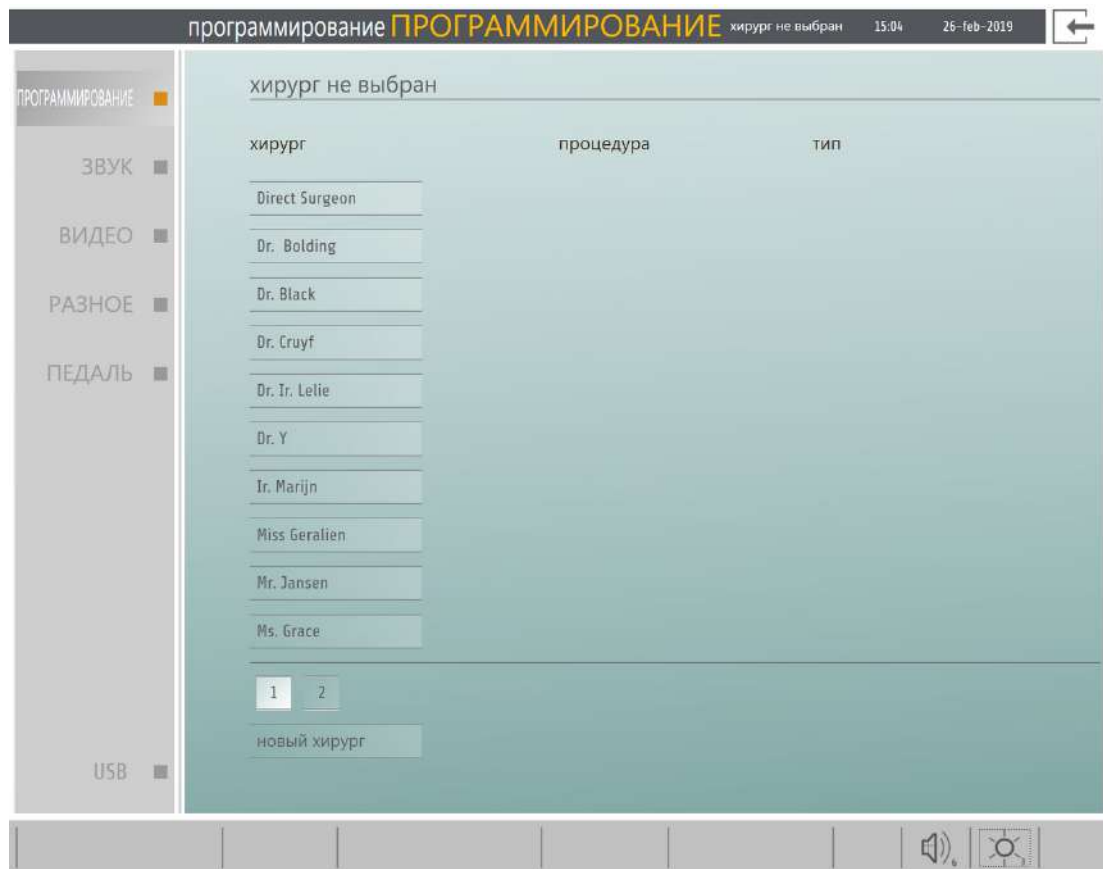

Fig. 153: Программирование Выбор
2. подтвердите всплывающее окно, нажав **ДА**; Появится экран, представленный на рис. 153.